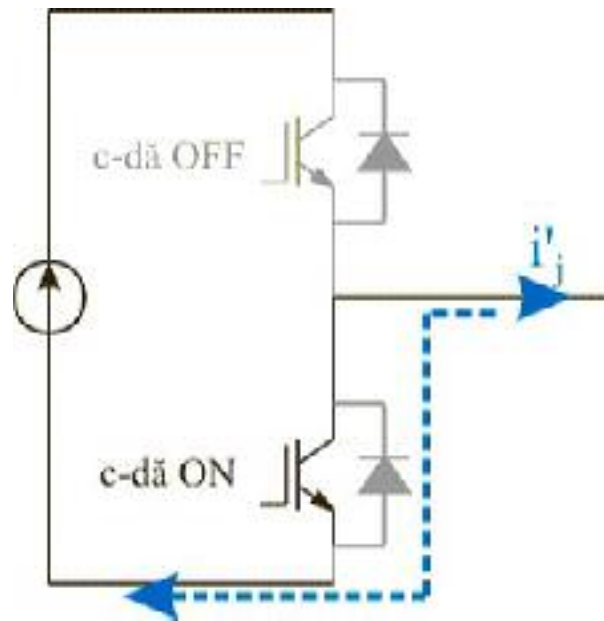

Figura 10
- atunci când  $K'_j$  este ON, tranzistorul  $T_j$  este în conducție (figura 10).